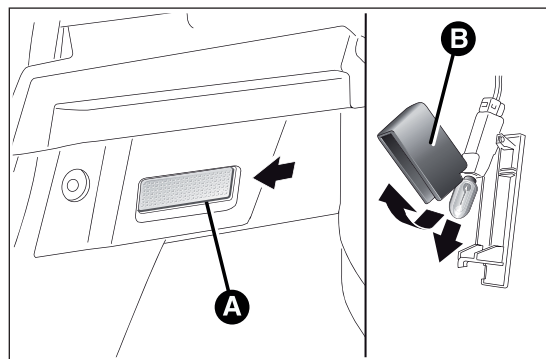

fig. 131
- aprire il bagagliaio ed estrarre la plafoniera A fig. 131 agendo nel punto indicato dalla freccia;